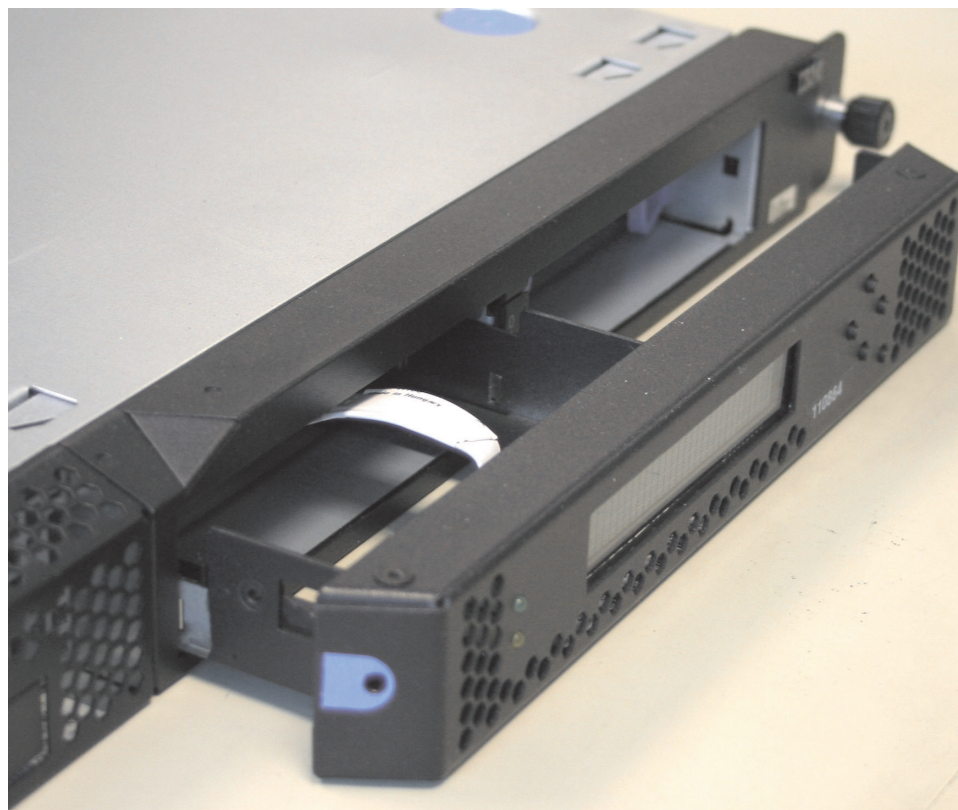

図 68. SAN ボリューム・コントローラー 2145-8A4 サービス・コントローラー
1. 静かにサービス・コントローラー (95 ページの図 68に示す) をフレームの中へ押し込んでゆき、背面コネクタが完全に収容された状態にして、サービス・コントローラー前面の金属加工部分がフレームに対して上向きになるようにします。